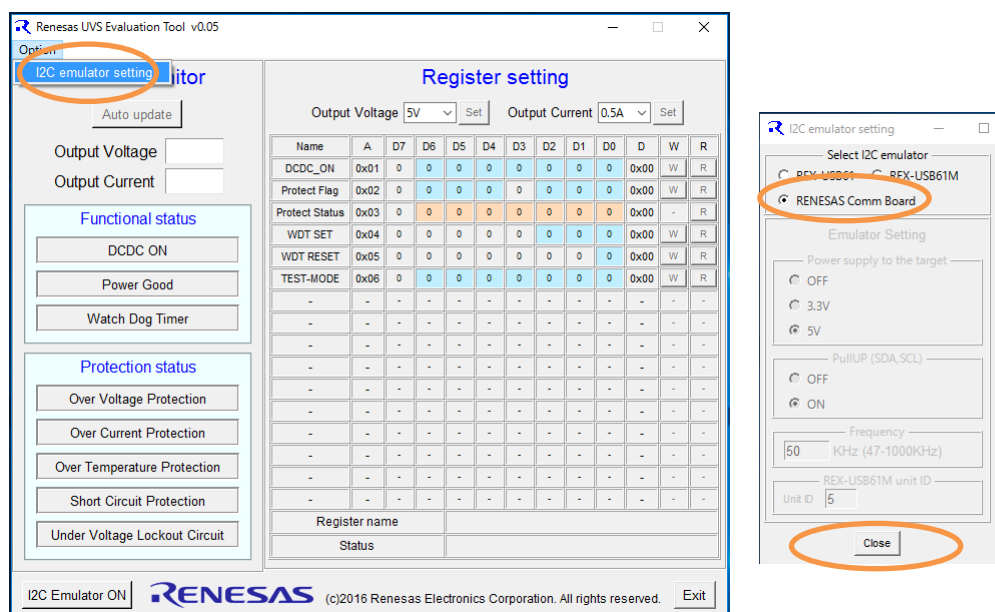

図 1.8 制御ツールの初期設定画面
- メイン画面左上にある”Option /I2C emulator setting”を選択し、I2C Emulator を表示します。表示させた I2C Emulator にて、“RENESAS Common Board”を選択し、“Close”すると準備完了です(図 1.8)。